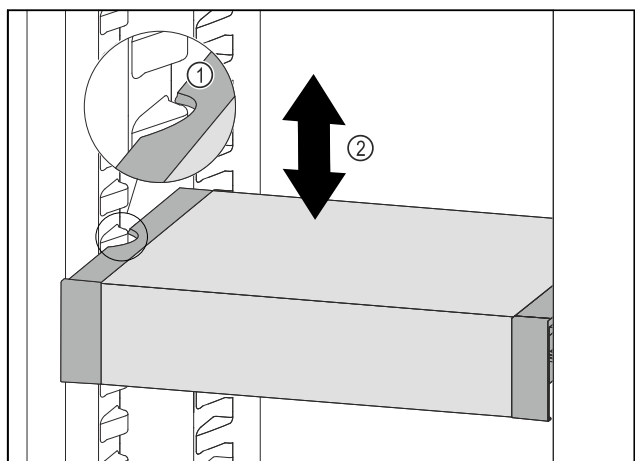

Fig. 106
- ▶ VarioSafe ťahajte dopredu, dokým sa bočné vybrania VarioSafe nebudú nachádzať vo výške rebra nádoby v chladničke. Fig. 106 (1)
- ▶ VarioSafe v chladničke presúvajte nahor alebo nadol, dokým sa dosiahne požadovaná výška. Fig. 106 (2)